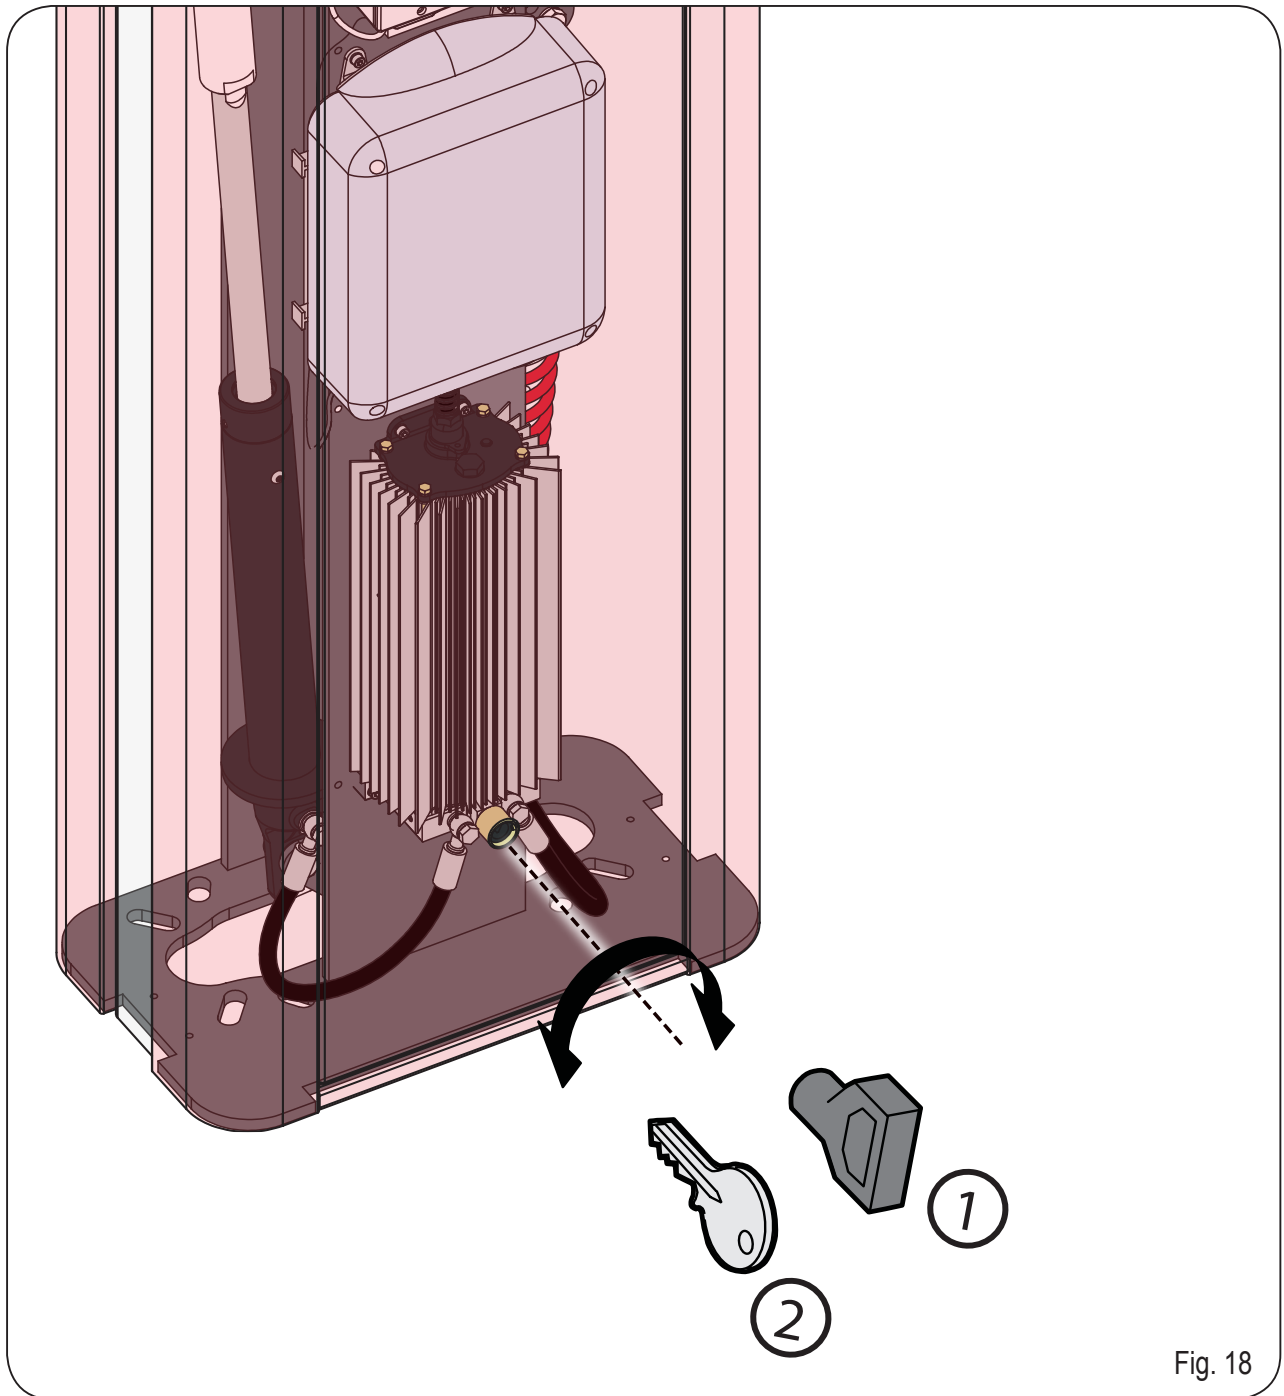

Fig. 18
La clé de déverrouillage fournie peut être triangulaire (Fig. 18, réf. ①) ou personnalisée (Fig. 18, réf. ② en option).
- Introduire la clé de déverrouillage dans la serrure et tourner la clé à fond en **sens inverse horaire** d'après la Fig. 18.
- tourner la clé **en sens horaire** jusqu'à l'arrêt et l'extraire (Fig. 18, réf. ①).
- tourner la clé **en sens horaire** jusqu'au point où l'extraction est possible. (Fig. 18, réf. ②).
Der mitgelieferte Entriegelungsschlüssel kann dreieckig (Abb. 18 Bez. ①) oder individuell gestaltet sein (Abb. 18 Bez. ② – optional).
- Den Entriegelungsschlüssel in das Schloss einstecken und **gegen den Uhrzeigersinn** bis zum Anschlag drehen (siehe Abb. 18).
- Den Schlüssel bis zum Anschlag **im Uhrzeigersinn** drehen und abziehen (Abb. 18 Bez. ①).
- Den Schlüssel bis zum Anschlag **im Uhrzeigersinn** so weit drehen, bis er abgezogen werden kann (Abb. 18 Bez. ②).
La llave de desbloqueo entregada en dotación puede ser triangular (Fig. 18, ref. ①) o personalizada (Fig. 18 ref. ② opcional).
- Inserte la llave de desbloqueo en la cerradura y gire la llave en sentido antihorario hasta el tope, como en la Fig. 18
- gire la llave en sentido horario hasta el tope y extráigala (fig. 18 ref. ①).
- gire la llave en sentido horario hasta el punto en el que se pueda extraerla. (Fig. 18, ref. ②).
Als de slagboom met de hand moet worden bediend omdat de stroom is uitgevallen of het automatisch systeem niet goed werkt, moet met behulp van de bijgeleverde sleutel de ontgrendeling worden gebruikt. De bijgeleverde ontgrendelingsleutel kan driehoekig (Fig.18 ref. ①) of gepersonaliseerd zijn (Fig.18 ref. ②, optioneel).
- Steek de ontgrendelingsleutel in het slot en draai hem tegen de wijzers **van de klok** in tot hij niet verder kan, zoals in Fig. 18
- draai de sleutel **met de wijzers van de klok mee** tot hij niet verder kan, en trek hem eruit (Fig. 18 ref. ①).
- draai de sleutel **met de wijzers van de klok mee** tot hij niet verder kan, en trek hem eruit (Fig. 18 ref. ②).